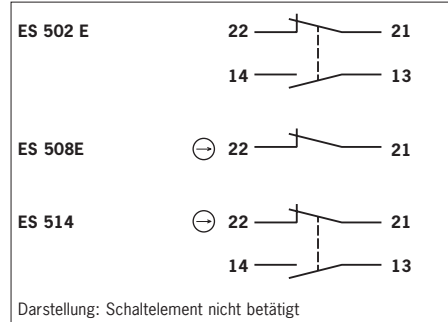

Bild 1: Schaltelemente und Anschlussbelegung
- ▶ Kontaktbelegung siehe Bild 1